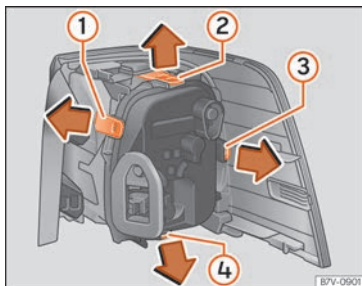

Fig. 116 Luz trasera en la carrocería: desmontar el portalámparas. ① a ④: lengüetas de bloqueo.
8.	Para desbloquear el portalámparas, presione las lengüetas de bloqueo » fig. 116 ① a ④ en el sentido de la flecha.